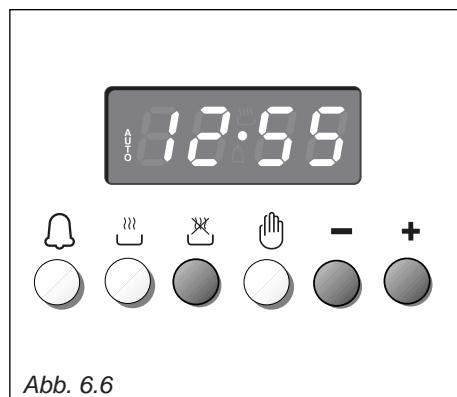

Abb. 6.6
2. Ende des Garvorgangs durch drücken der Taste und der Taste einstellen (Abb. 6.6) (die Garzeit wird der Uhrzeit hinzugefügt). Wenn die gewünschte Zeit überschritten wird, kann sie durch die Taste zurück gestellt werden.